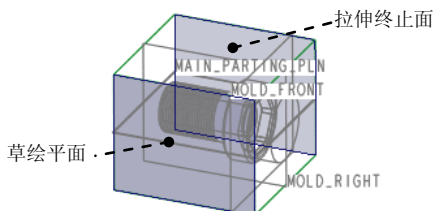
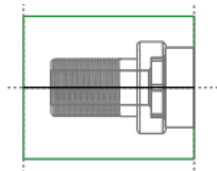

图 24.7 定义草绘平面
图 24.8 截面草图
(1) 选择命令。单击 **分型面** 功能选项卡 **形状** 区域中的 拉伸 按钮，此时系统弹出“拉伸”操控板。
(2) 定义草绘截面放置属性。右击，从系统弹出的菜单中选择 **定义内部草绘...** 命令；选取图 24.7 所示的坯料表面为草绘平面，然后选取 MOLD_FRONT 基准平面为参考平面，方向为 **右**。然后单击 **草绘** 按钮。
(3) 绘制截面草图。选择图 24.8 所示的模型边线为草绘参考，绘制图 24.8 所示的截面草图（截面草图为一线段）；完成特征截面的绘制后，单击“草绘”操控板中的“确定”按钮 。
(4) 设置深度选项。
- ① 在“拉伸”操控板中选取深度类型 。
- ② 将模型调整到合适方位，选取图 24.7 所示的坯料表面为拉伸终止面。
- ③ 在“拉伸”操控板中单击 按钮，完成特征的创建。